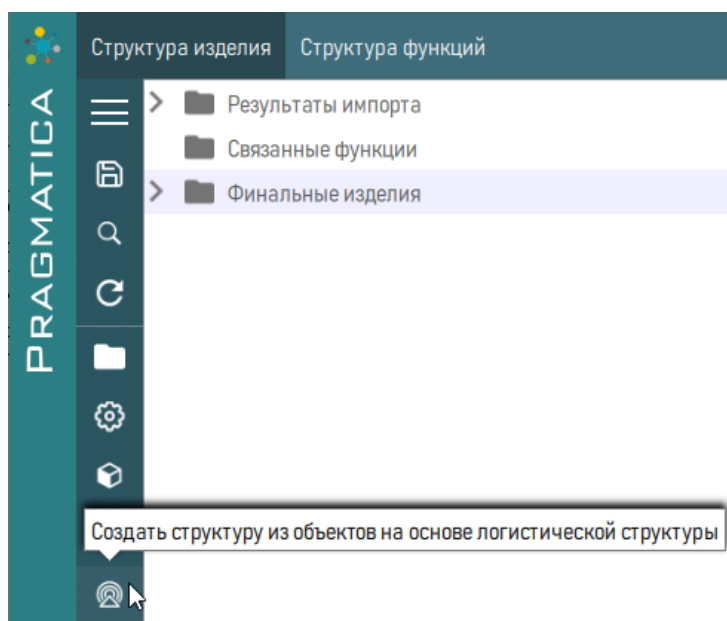

Рисунок 145 – Создание структуры объектов
1) Выбрать папку и нажать кнопку  «Создать структуру из объектов на основе логистической структуры», расположенную слева на панели (рисунок 145).